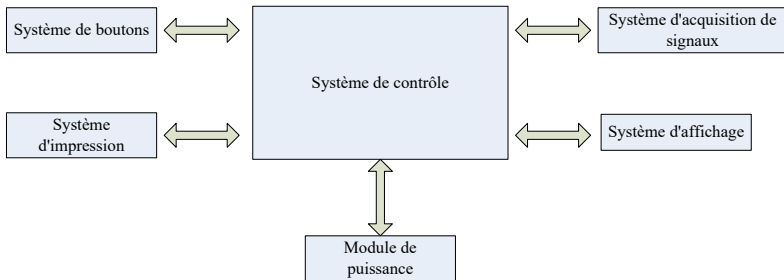

Figure 4-2 Schéma fonctionnel de l'unité de contrôle
(2) Le schéma de principe est présenté à la figure 4-2.